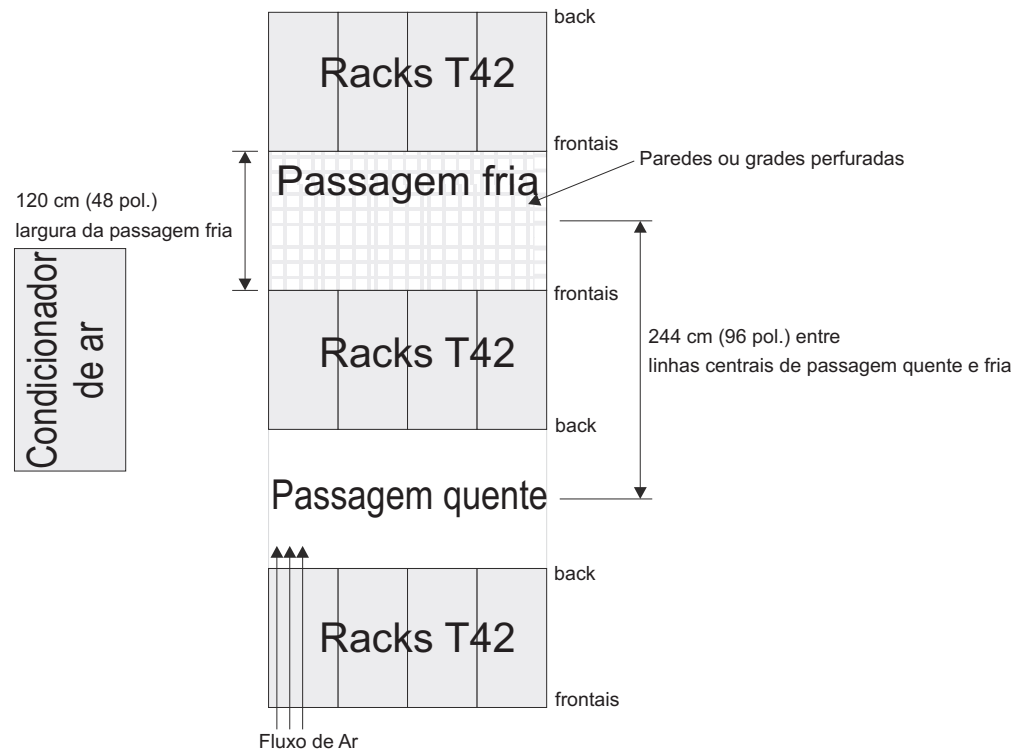

Figura 12. Exemplo de Configuração de Rack com Passagem Fria/Passagem Quente
- O ar entra na parte frontal do rack e sai na parte traseira. Para prevenir que ar liberado do rack entre na abertura de outra peça do equipamento, é necessário posicionar os racks em linhas alternadas, costas com costas ou frente a frente. Essa disposição é conhecida como “passagem fria/passagem quente” e é mostrada na Figura 12 na página 19.
- Onde os racks estão nas linhas frontal com frontal ou traseira com traseira, intervalos de pelo menos 122 cm (48 pol.) deve separar as linhas ao longo da passagem fria (consulte a Figura 12 na página 19).